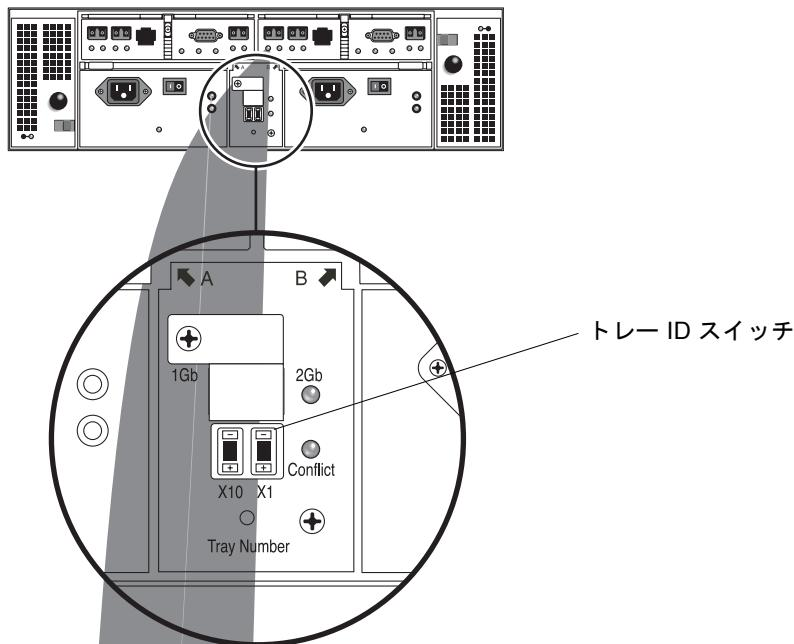

図 2-9 トレー ID スイッチ
- トレー ID スイッチは、装置の背面の 2 つの電源装置の間にあります (図 2-9)。